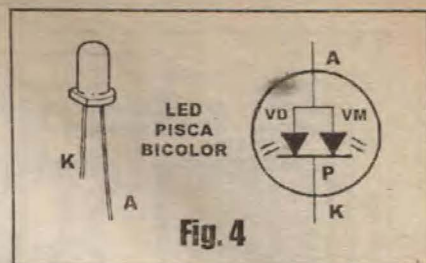

Fig. 4
- **FIG. 4 - CONHECENDO O LED PISCA BICOLOR ALTERNADO...** - Na presente edição de **APE** estamos apresentando aos caros leitores/hobbystas alguns LEDs especiais, finalmente disponibilizados pelo fabricante e varejistas no mercado nacional (o motivo de até agora tais componentes não terem sido aproveitados nos nossos projetos deve-se ao eterno cuidado que temos de não mostrar montagens que usem peças não encontráveis ou - pelo menos - cujo fornecimento não seja garantido por um revendedor que opere a nível nacional, ainda que pelo Correio...). Na montagem do **DADIN** temos a introdução do bonito e diferente LED PISCA BICOLOR ALTERNADO, cuja aparência e símbolo (este inventado pelos nossos desenhistas, uma vez que não há norma definitiva a respeito...) são vistos na figura: *por fora*,